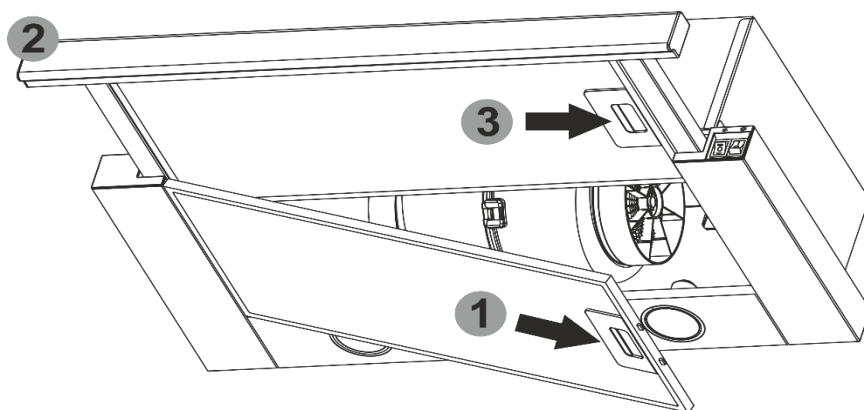

Рис. 6
8.7 Для снятия алюминиевого фильтра (рис.6) следует нажать на пружинную задвижку алюминиевого фильтра 1 и снять его. Вытянуть выдвижную панель с фильтром 2 и снять алюминиевый фильтр 3. Установка фильтра выполняется в обратном порядке.